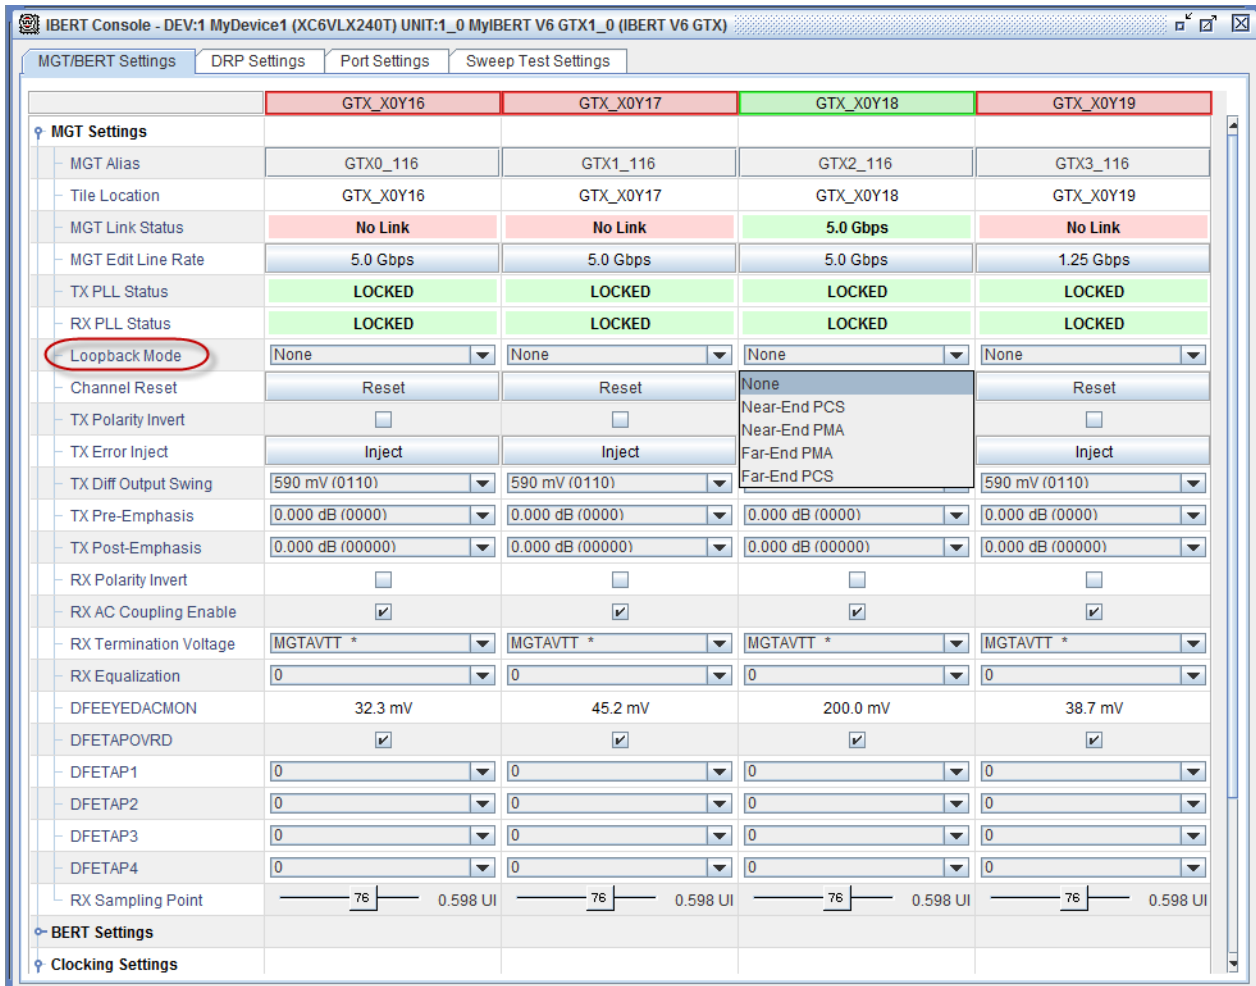

図 5 : Virtex-6 FPGA GTX トランシーバー用 IBERT コンソール ウィンドウ
4. ループバック モードの初期設定を含む、[IBERT Console] ウィンドウが表示されます (図 5)。